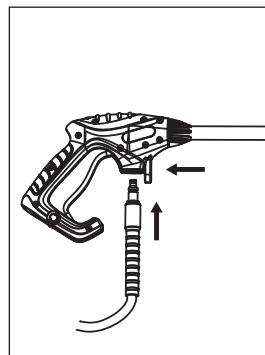

Figure 8 - Fixer le tuyau à haute pression au pistolet
- Fixer le tuyau à haute pression au pistolet (voir la figure 8).
- Appuyer sur le bouton de raccord facile tout en insérant le raccord de branchement rapide (voir les figures 8, 9 et 11).